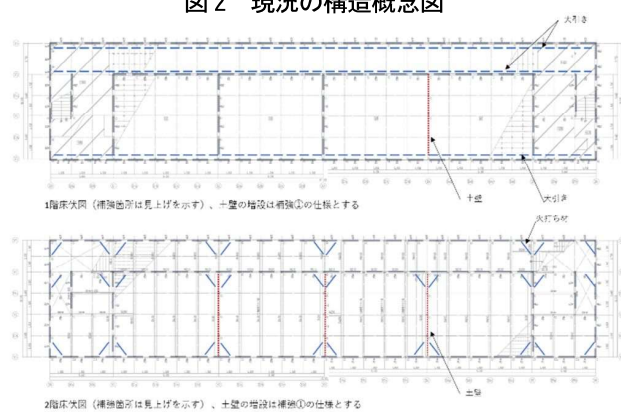

図3 補強計画（1）
- (3) 繊維に垂直方向(めり込み)の圧縮面において、細径鋼が完全に押し潰れる「目詰り効果(高密度化)」が自動発動する。これにより、材料剛性が無限へと増大し、構造的な変形が消失することでそれ以上のたわみが自動的にロックされ、強固な自立アーチへと転移する(図3)。